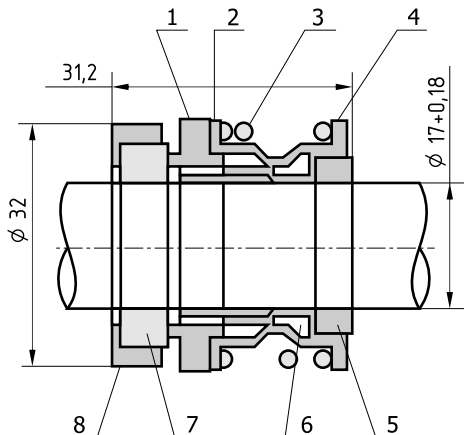

Рис. 3 Кольцо уплотнителя
- Подвижное кольцо (№1) установить на выходной вал двигателя. Не стучите сильно при установке, чтобы не сломать отшлифованные элементы (см. рис. 3).